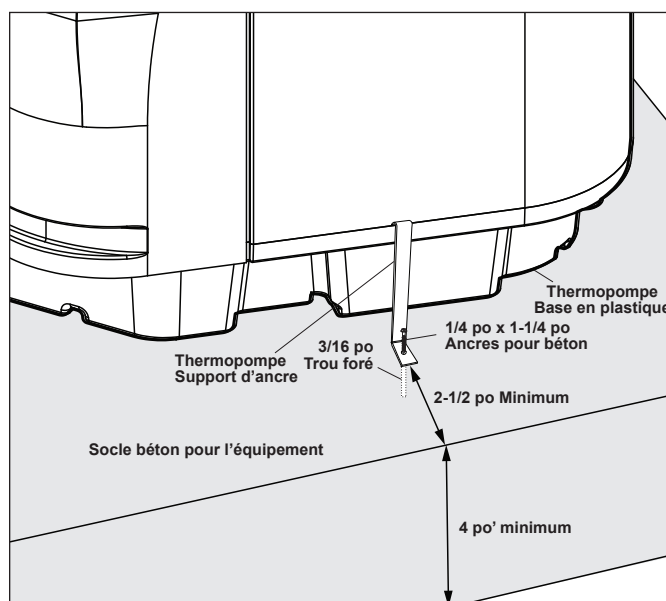

Figure 3. Installation de la bride d'ancrage
3. Placer le crochet de chaque bride sur la lèvre du panneau de base de la thermopompe. Le crochet doit s'insérer entre le rebord du panneau de base et la protection du serpentin de l'évaporateur (voir Figure 3).
7. Positionner les brides d'ancrage de sorte que les trous des brides soient au-dessus des boulons d'ancrage. S'assurer que les crochets de serrage sont au-dessus de la lèvre de la base de la thermopompe (voir Figure 3).